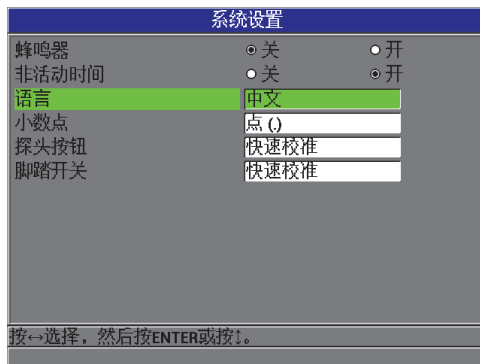

图 3-1 系统设置屏幕
3. 在 **系统设置** 屏幕中（参见第 58 页的图 3-1）：